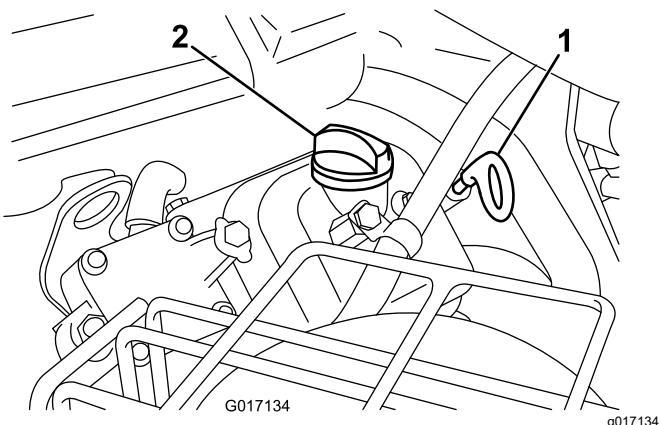

Figure 41
- Remettez la jauge dans le tube et vissez-la dedans (Figure 41).